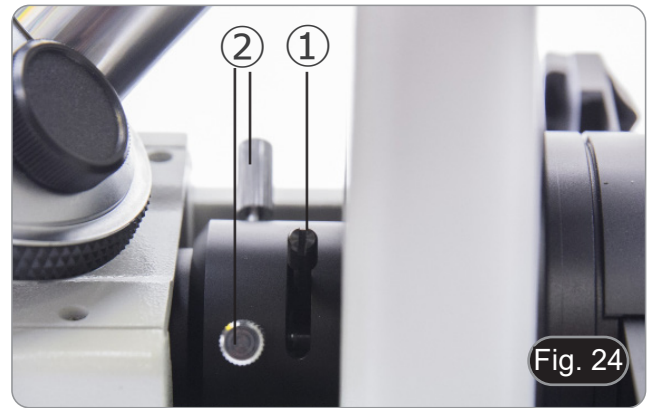

Fig. 24
2. Tourner le levier du diaphragme de champ ① pour fermer complètement le diaphragme. (Fig. 24)
3. Tourner les deux vis de centrage ② pour placer l'image de la membrane au centre du champ de vision.